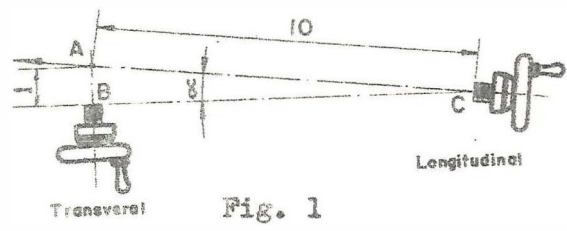

Fig. 1
- Cuando la división del carro superior tiene la graduación en 1/10 de mm., el ángulo de inclinación (Fig. 1) de desplazamiento del carro, con relación al eje longitudinal, es de :